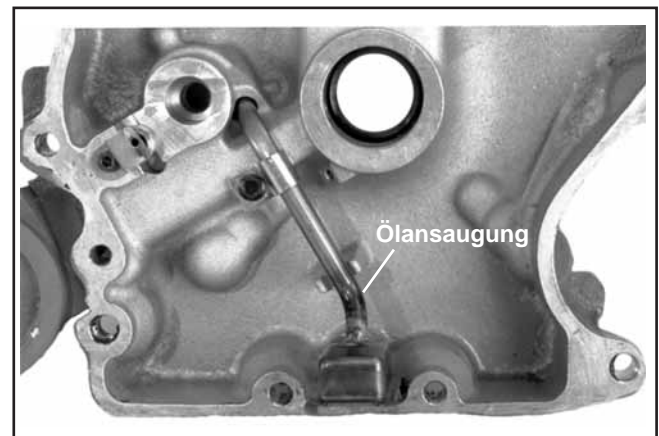

Abbildung 9-43. Ausbau von Simmerring und Ölsaugung.
1. Demontieren Sie den Simmerring von der Lagerplatte. Siehe Abbildung 9-43.